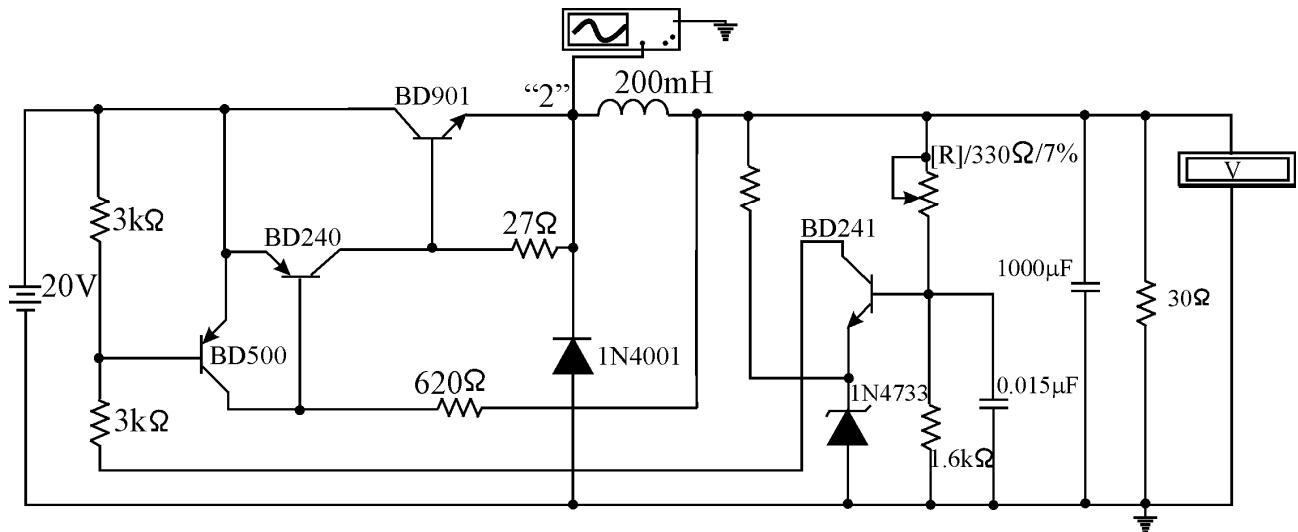

Рис.4.9. Исследование импульсного стабилизатора
6.1. Соберите схему, как показано на рис. 4.9. На вход ключевого стабилизатора подайте постоянное напряжение 12 В, а на его выход подключите нагрузочное сопротивление 30 Ом. Последовательно со входом и выходом подключите амперетры. Включите анализ схемы.